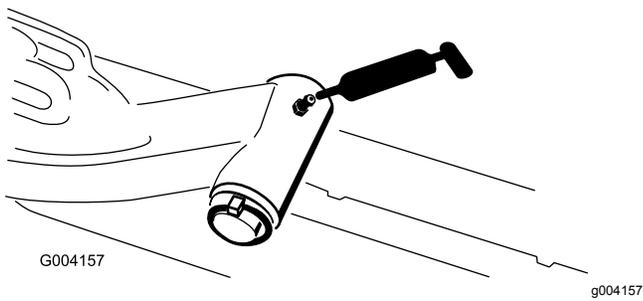

Рисунок 41
- Ось поворота подъемного рычага (по 1 шт.) (Рисунок 41)